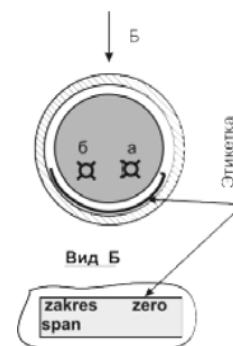

Рисунок 5 - Схема расположения потенциометров калибровки
- получить доступ к потенциометрам установки «ноля» и «диапазона» (см. рисунок 5).